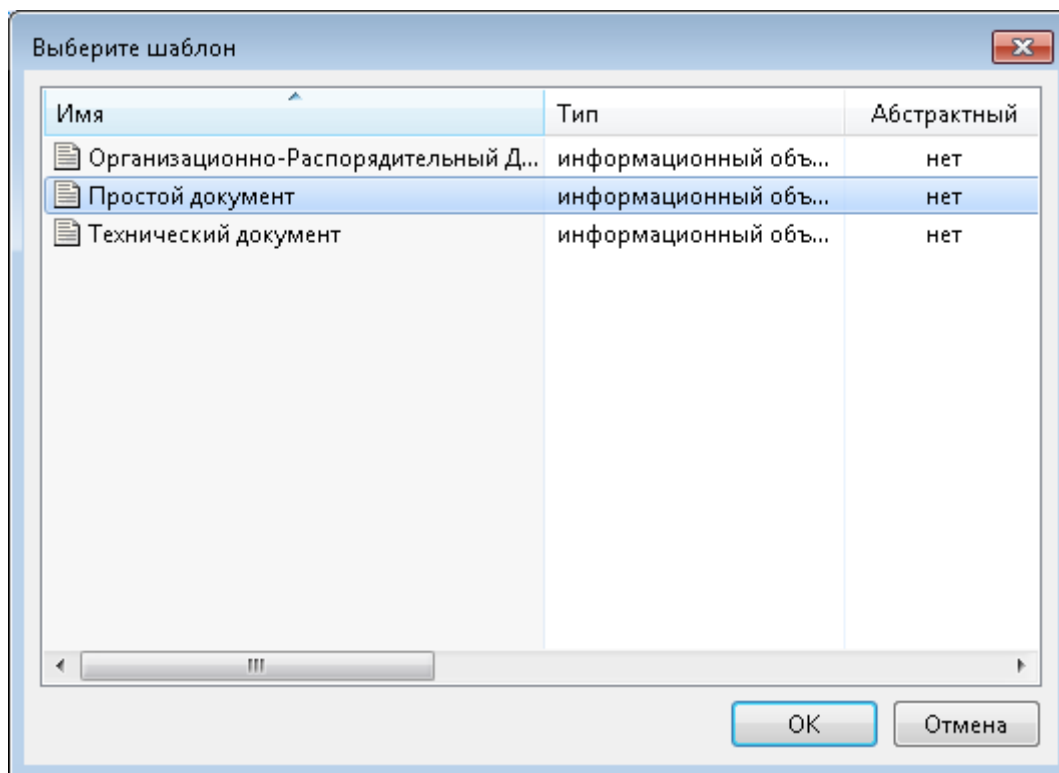

Рисунок 311 — Выбор текущего документа
2.1 выбрать текущий документ («Руководство пользователя») в формате текстового редактора в файловой системе компьютера пользователя. Перетащить его мышью в PLM в папку «Документы папки №1». В окне выбора шаблона выбрать «Простой документ», нажать ОК (Рисунок 311);